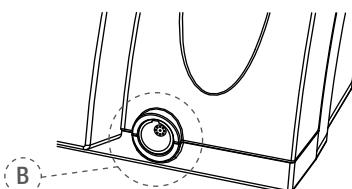

Рис. 3 Металлическое гнездо
3. Поместить штекер микромотора в металлическое гнездо с 9 контактами (B - см. рис. 3) на передней панели прибора.